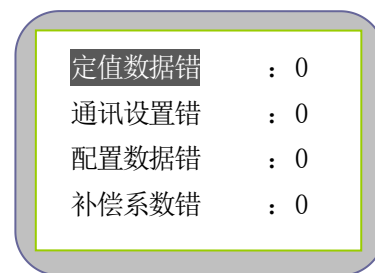

图 2-1-6
- d) 装置状态：可通过按“上”或“下”键循环显示故障信号的状态（图2-1-6）。按“返回”键回到上级菜单。